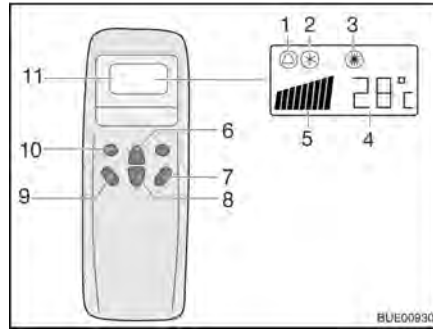
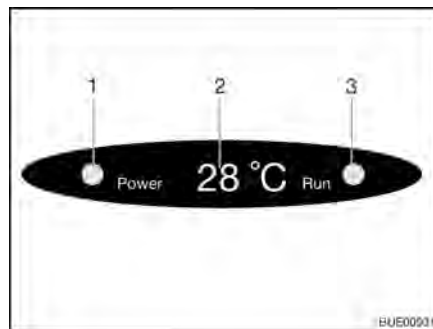

Fig. 128 Telecomando
Fig. 129 Display su diffusore
- Premere il tasto "ON/OFF" (Fig. 128,7).
- Premere il tasto "Mode" (Fig. 128,10) spesso, finché la modalità desiderata (Fig. 128,1, 2 o 3) viene visualizzata sul display. La spia di controllo relativa sul display sul diffusore (Fig. 129,3) si accende.
- Con i tasti di aumento della temperatura (Fig. 128,6) o di riduzione della temperatura (Fig. 128,8) regolare la temperatura desiderata.
- Con il tasto numero di giri ventola (Fig. 128,9) selezionare il livello desiderato per la ventola.